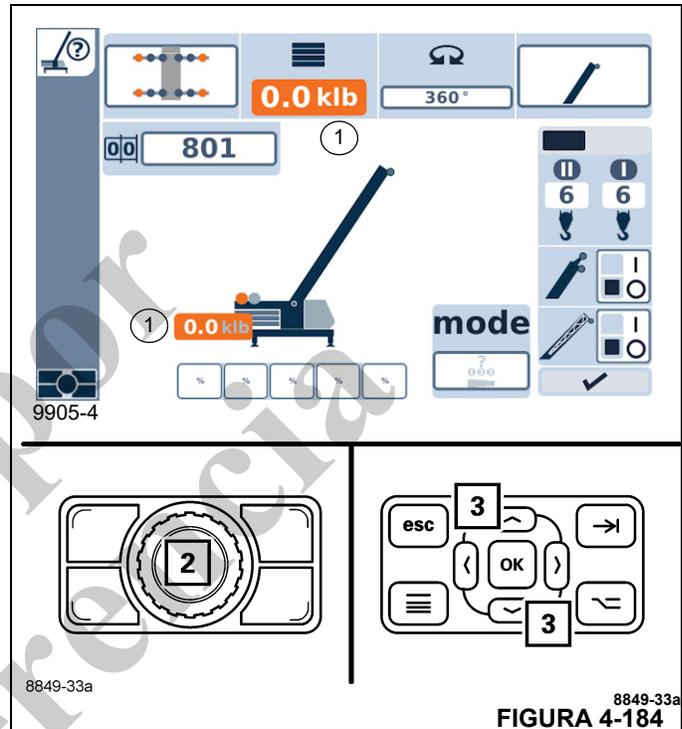

FIGURA 4-184
- Seleccione y confirme el símbolo (1, Figura 4-184).